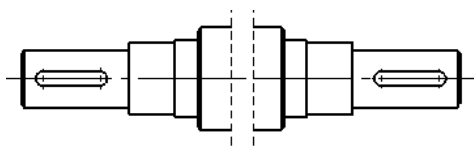

图 9.4.35 “直线切断” 折断样式
- **直线** 选项：折断线为直线，如图 9.4.35 所示。